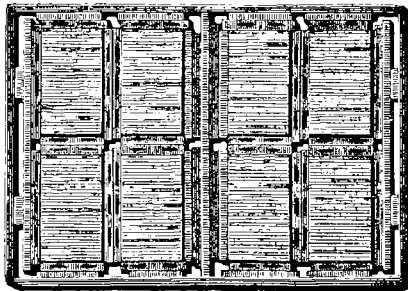

Fig. 37.
3. Tout châssis muni de ses pages constitue une *forme* (fig. 37). Quand une forme est terminée il ne reste plus qu'à